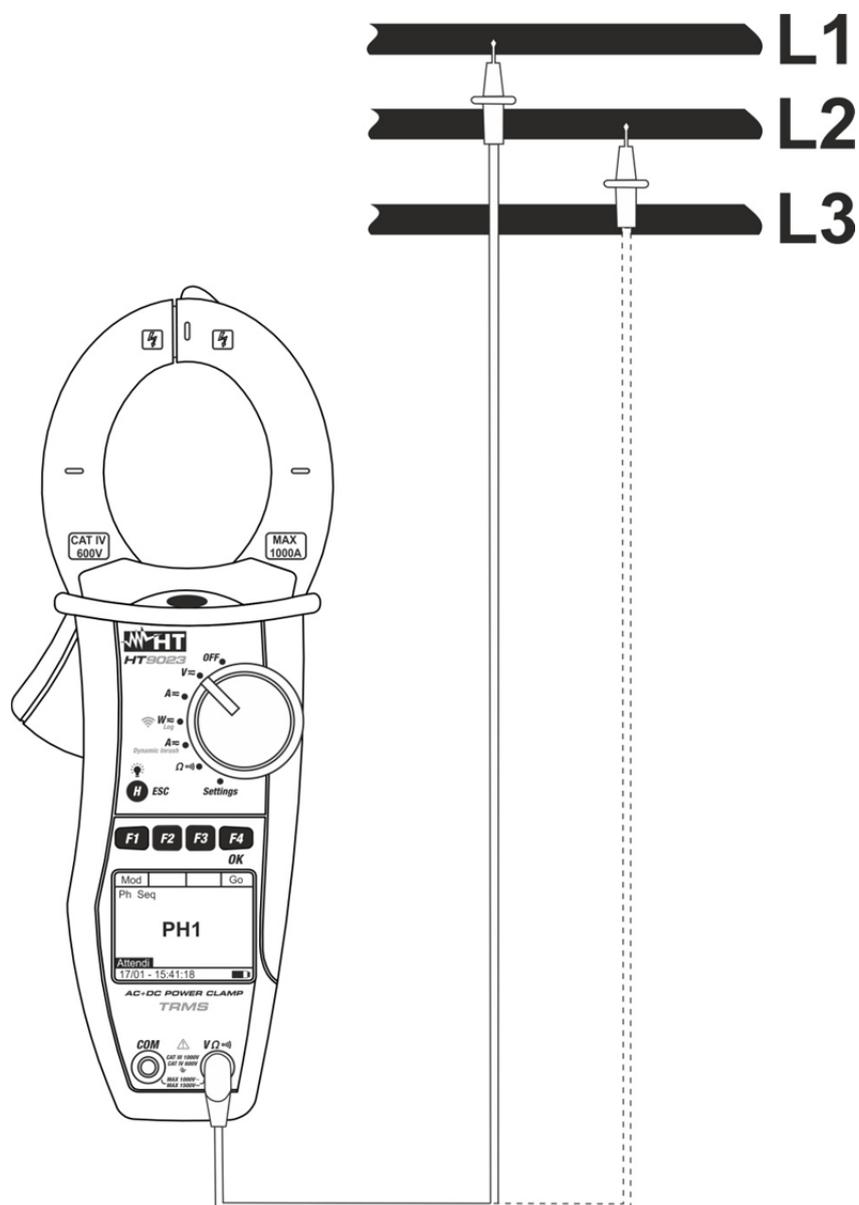

Fig. 7: Verificação da sequência das fases
4. Inserir o cabo vermelho no terminal de entrada **VΩ·))** e colocar as ponteiros na fase L1 do circuito em exame (ver Fig. 7)
7. O instrumento mostra a mensagem “PH2” e aguarda pela detecção da fase L2. Conectar a ponteira vermelha à fase L2 (ver Fig. 7)